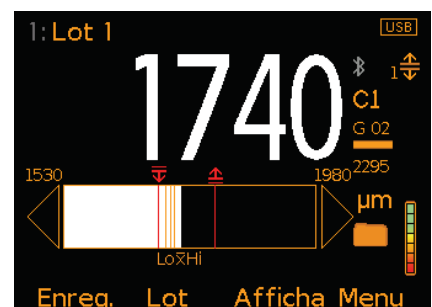

Figure 9: Mesures & Graphe barre
- **Graphe barre - Modèle T (Figure 9)** : représentation analogique de la mesure en cours et de la valeur maxi (Hi), mini (Lo) et moyenne (\bar{x}). Le graphique est automatiquement mis à jour après chaque mesure.